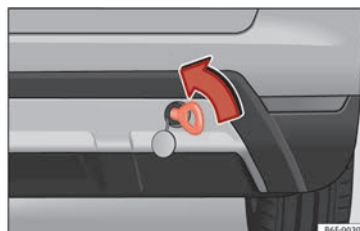

Abb. 108 Hinterer Stoßfänger rechts: Eingeschraubte Abschleppöse
- Schrauben Sie die Abschleppöse bis zum Anschlag in das Gewinde ein » **Abb. 108** und ziehen Sie sie mit dem Radschlüssel fest an.